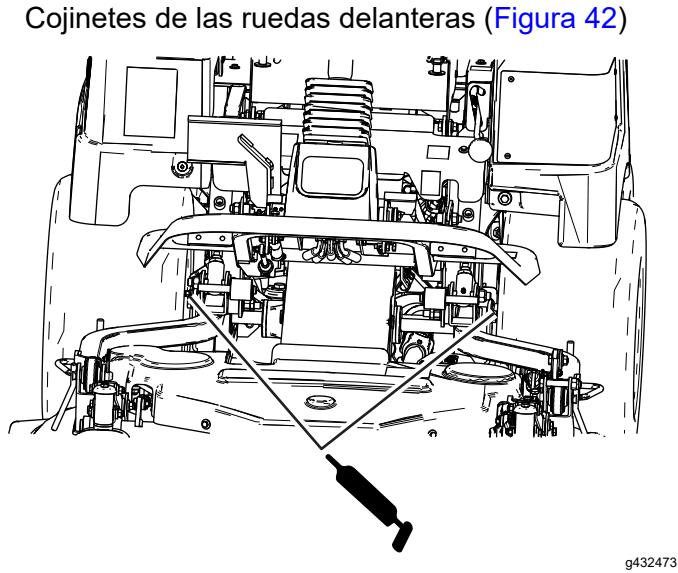

Figura 42
- Cojinetes de las ruedas delanteras (Figura 42)